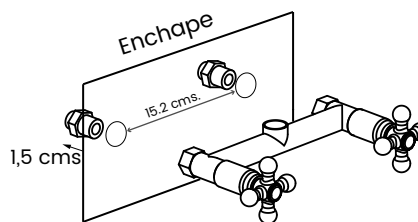

Figura 2
- **Para la instalación del mezclador, use dos adaptadores hembras de media pulgada separadas a seis pulgadas. Los adaptadores deben estar incrustadas a centímetro y medio del nivel del enchape.** (Ver figura 2).